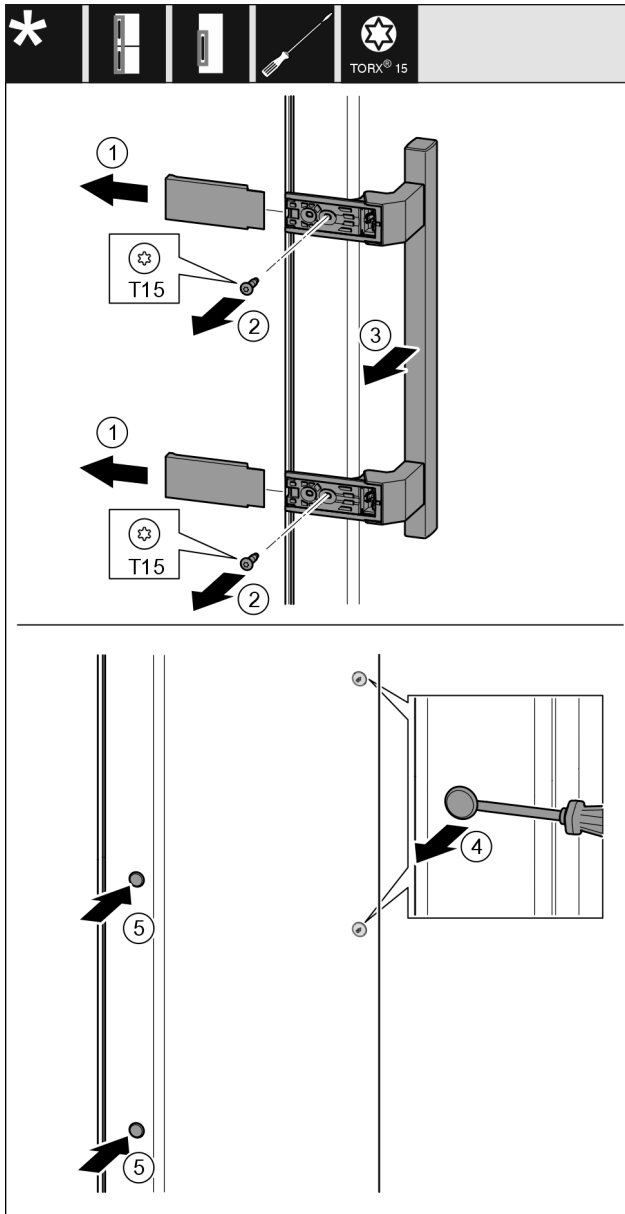

Fig. 54
- ▶ Abdeckung Fig. 54 (1) abziehen.
- ▶ Schrauben Fig. 54 (2) mit Schraubendreher herausdrehen.
- ▶ Griff Fig. 54 (3) abnehmen.
- ▶ Seitlichen Stopfen Fig. 54 (4) vorsichtig mit einem Schlitzschraubendreher anheben und herausziehen.
- ▶ Stopfen Fig. 54 (5) auf der anderen Seite wieder einsetzen.